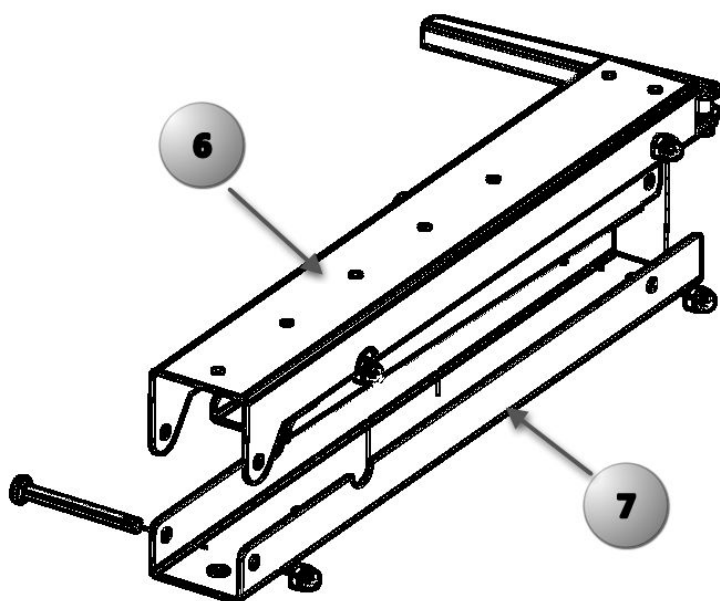

Рис.3
4. Приподнимите поворотную часть вместе с ножкой и снимите поз.6 с настенной части поз.7 Рис.3, а затем отложите ее в сторону. Настенная часть поз.7 подготовлена для монтажа.